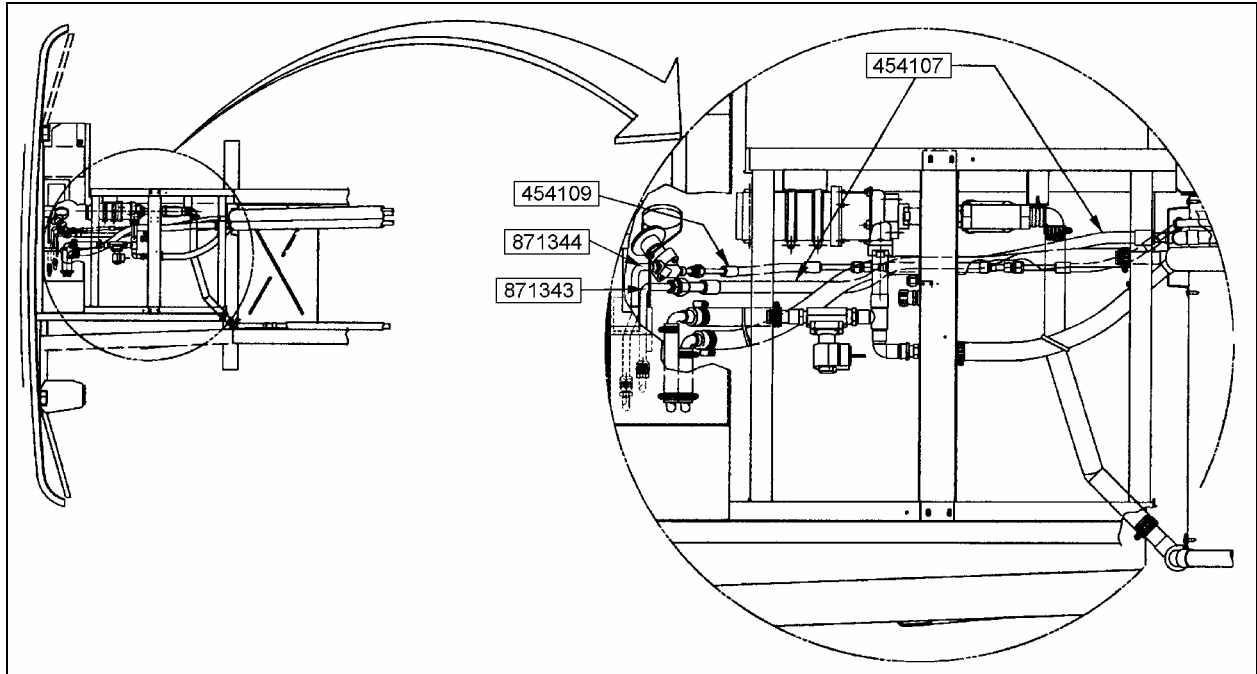

FIGURE 4 : VUE DE L'INSTALLATION DANS LA SECTION AVANT
2. Installer et fixer les boyaux 454107 et 454109 selon la figure 4.